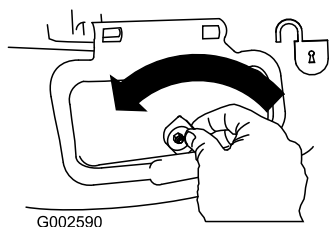

Figura 29
1. Sbloccate lo sportello di scarico laterale (Figura 29).